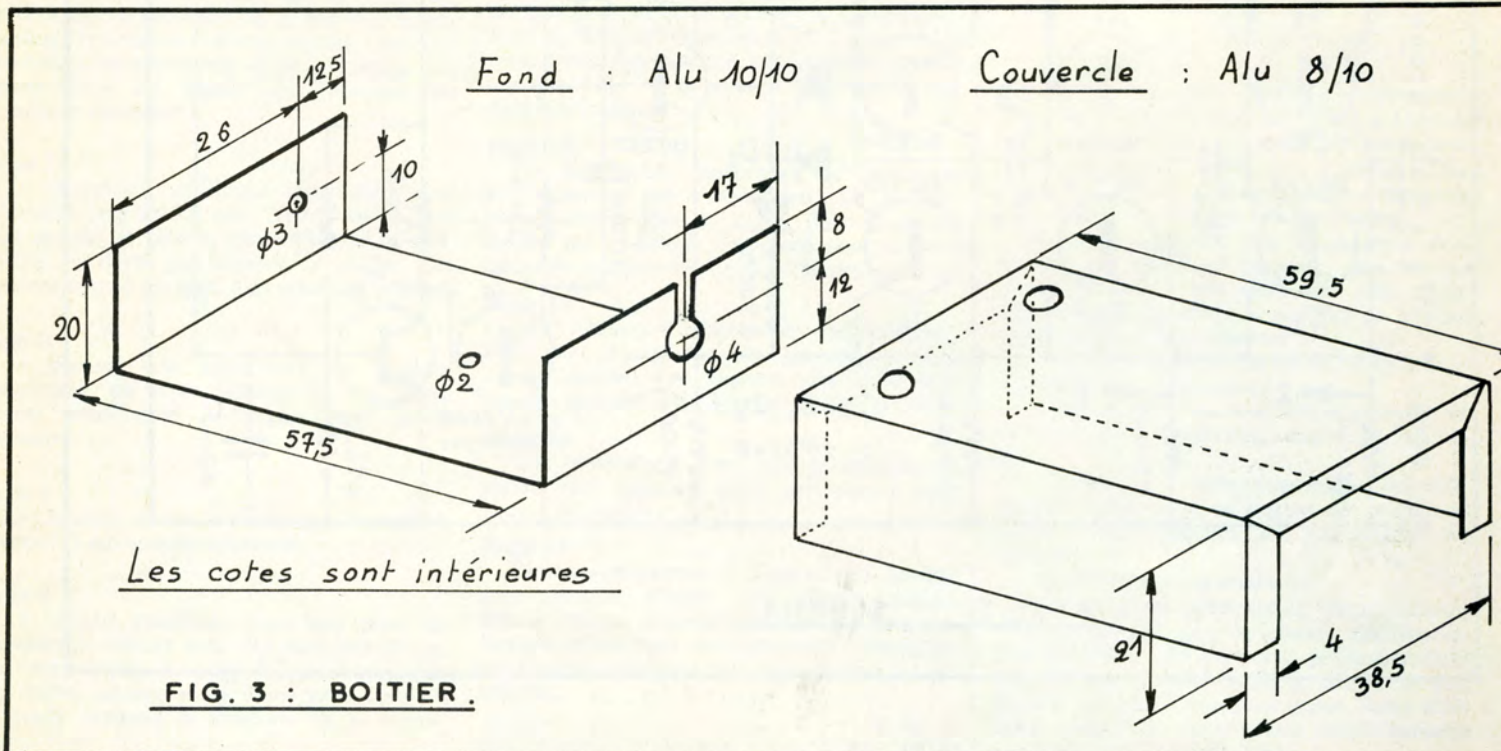

FIG. 3 : BOITIER.
2. **Le boîtier** (Fig. 3). En alu de 10/10 pour le fond et en 8/10 (ou même en 10/10) pour le couvercle. Des formes de bois dur seront indispensables si l'on veut obtenir un bon résultat. (Se reporter au n° 1347, page 202.)